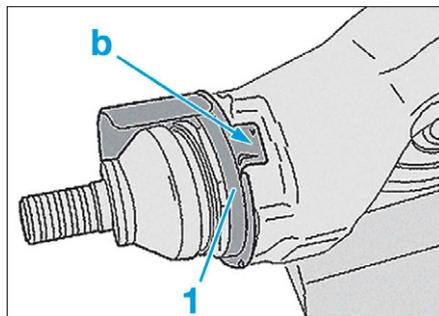

FIG. 34
- Engager la tôle (2) neuve (Fig.34) sur le corps de la rotule.